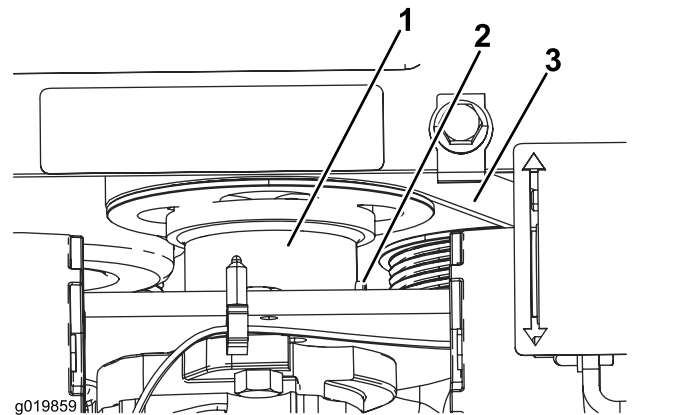

Figura 51
5. Slăbiți urubul de reglare de pe cuplorul de antrenare a pompei cu roți dinate (Figura 51).